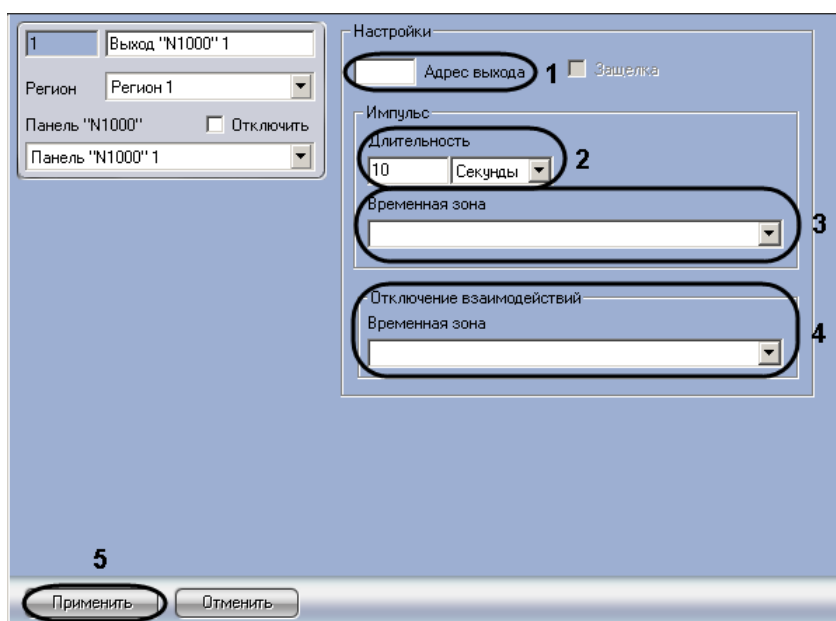

Рис. 3.5—6 Панель настроек объекта Выход "N1000"
2. Ввести адрес выхода в поле **Адрес выхода** (см. Рис. 3.5—6, 1).